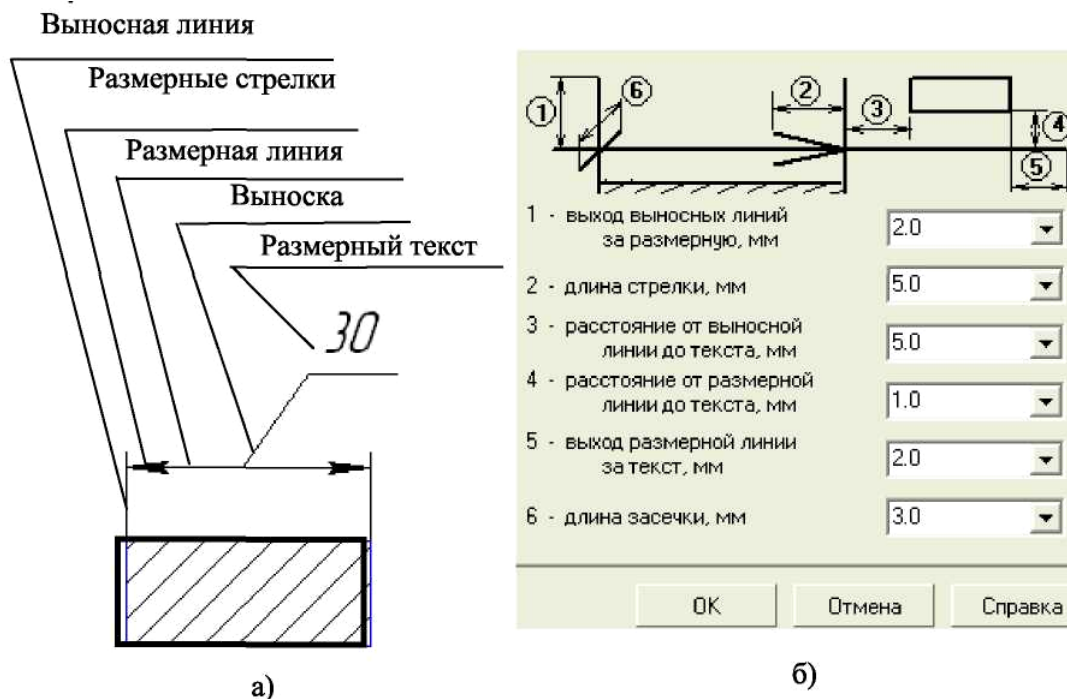

Рис. 2.5. - Параметры отрисовки размеров
- **размерная линия** - линия со стрелками, выполненная параллельно соответствующему измерению (рис. 2.5 а);
- **выноски** - используются, если размерный текст размещается на полке (рис. 2.5а).
В правой части появится панель **Параметры отрисовки размеров**, показанная на рис. 2.5 (б).